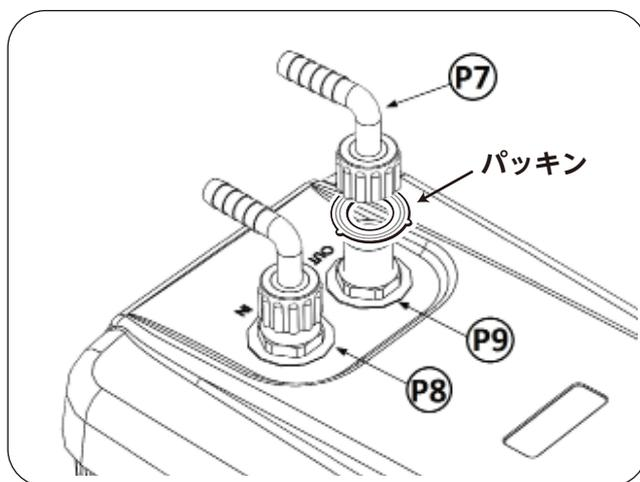
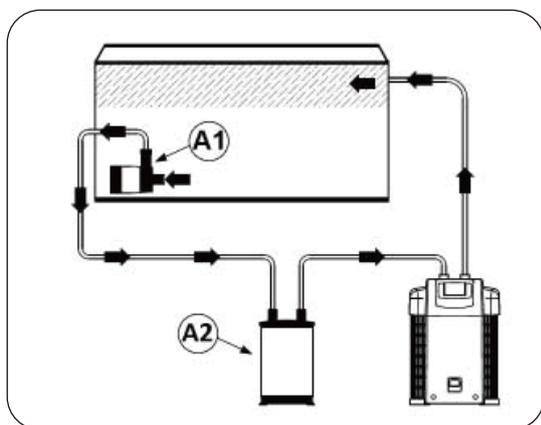

図 5
図 6
- 10) 排水方向を決めて、パッキンの裏表に注意しながら継手を本体に取り付け、固定ネジ (図5 の P9) を時計回りに回して固定します。
- 11) ポンプ (図 6 - 7 の A1) またはフィルター (図 6 の A2) から来るホースは本体の IN の位置 (図 5 の P8) へ接続し、水槽へ戻るホースは OUT の位置 (図 5 の P7) へ接続してください。